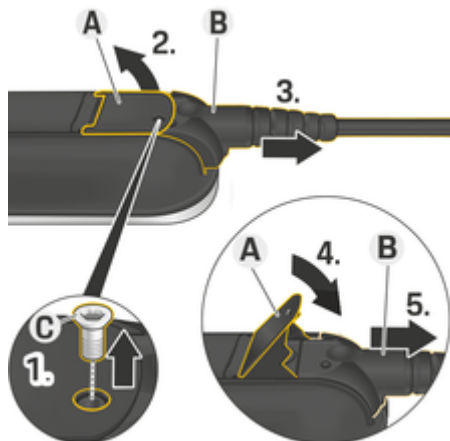

Bild 78: Lossa kabeln
- 1. Lossa skruven **C** (Bild 78) med ett lämpligt verktyg.
- 2. Fäll upp spaken **A** (Bild 78).
- 3. Dra ut kontakten **B** (Bild 78) till det första motståndet.